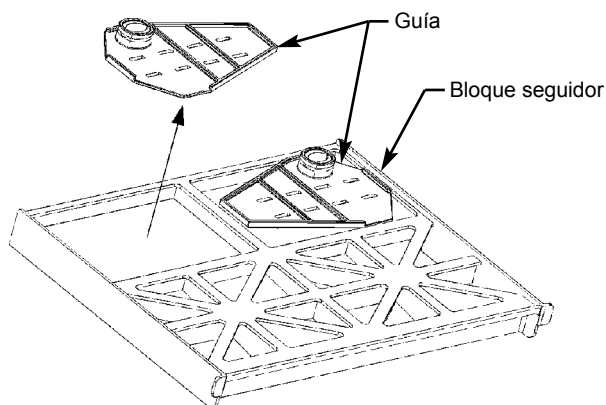

Ilustración 1
Suspensión de extensión completa (consulte la ilustración 1):
1. Vea la ilustración 1. Separe las guías del conjunto de bloque seguidor.